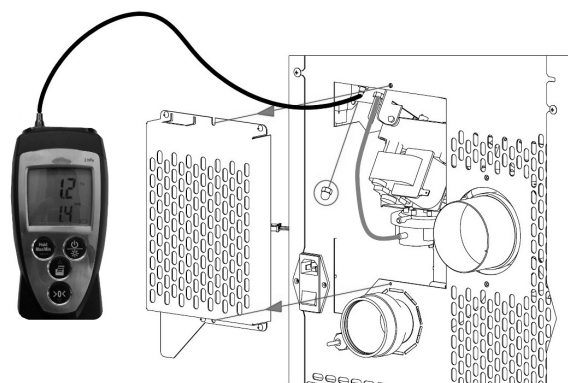

Fig. 28 - Podłączenie presostatu cyfrowego
- Podłączyć za pomocą rurki presostat cyfrowy, celem rozpoznania zmniejszenia ciśnienia (patrz **Fig. 28**).